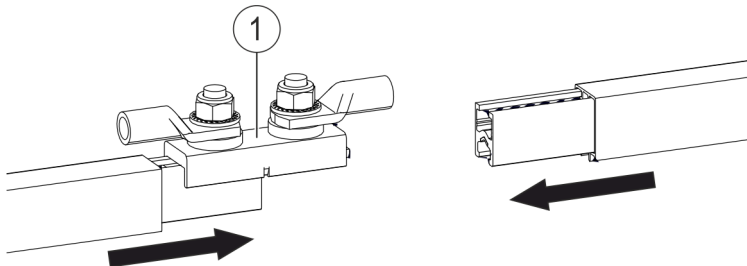

Abb. 84: Stromschienenenden in Verbinder der Einspeisung schieben
- Schienenenden der Schleifleitungen jeweils in den Verbinder (Pos. 1) der Einspeisung schieben (siehe Abb. 84).